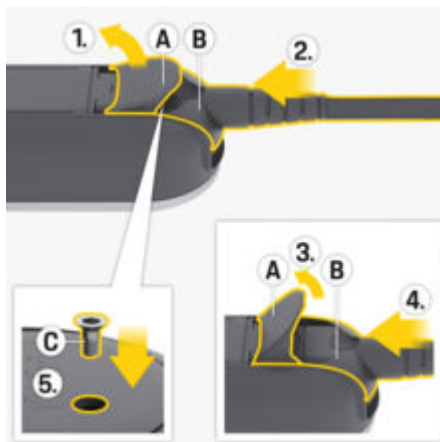

Fig. 68: Fissaggio del cavo e del connettore
1. Aprire lo sportello **A** (Fig. 68) di circa 15 gradi (solo di quanto necessario affinché il connettore **B** (Fig. 68) possa entrare nell'unità di comando).
2. Inserire il connettore **B** (Fig. 68) nell'unità di comando fino ad avvertire una prima resistenza.
3. Aprire completamente lo sportello **A** (Fig. 68).
4. Inserire completamente il connettore **B** (Fig. 68).
5. Chiudere completamente lo sportello **A** (Fig. 68) e serrare con la vite **C** (Fig. 68).